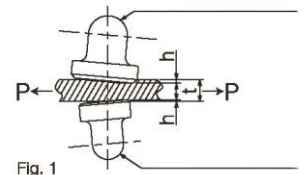

Fig. 1
1. Die lastwirksamen Punkte an der Schraubenkappe und am Klemmteller sind halbkugelförmig. Dementsprechend dreht sich die Klemme selbst bei der kleinsten Bewegung synchron zur Last und kippt nach vorn, wobei die Zähne die abgehängte Last verkanten (siehe Abb. 1).
6. Das verwendete System mit halbkugelförmigen W-Klemmtellern bewirkt, dass die Klemme von beiden Seiten in die Last einschneidet (siehe Abb. 1).
1. Aussehen und Funktion (Beschädigungen am Gehäuse, Zustand der Schraube, Drehung und Neigung der Schraubenkappe und des Klemmtellers, Verschleiß und Zusetzung der Zähne usw.). Siehe Abb. 1 und Punkt 2 unter "Sicherheitshinweise".